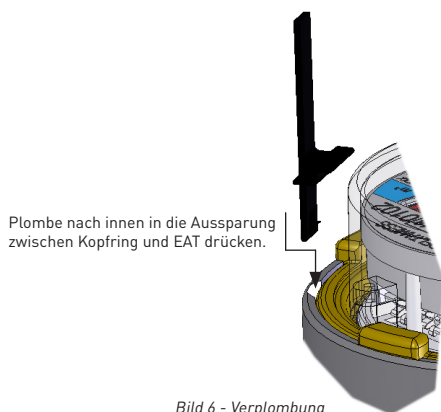

Bild 6 - Verplombung
- Schwarze Kunststoffplombe (Demontageschutz) mit dem Widerhaken nach innen in die Aussparung zwischen Kopfring und EAT drücken (Bild 6).